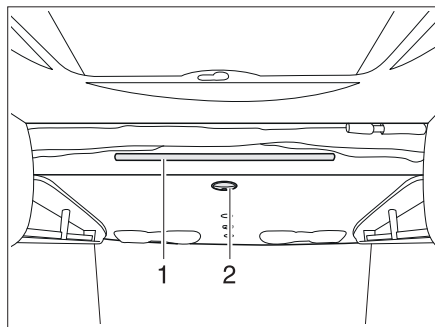

Fig. 123 Cama elevada eléctrica
- Girar el tirador (Fig. 123,2) en la parte inferior de la cama elevada.
- Enganchar la escalera de ascenso en la barra de soporte (Fig. 123,1) de la cama elevada con los dos ganchos.